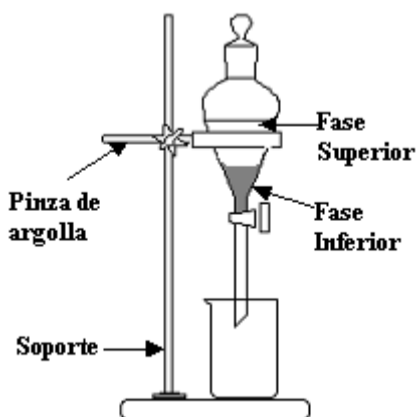

Figura 3
- c) Extraiga la fracción inferior abriendo cuidadosamente la llave del embudo, figura 3. Identifique la composición de la fase extraída y de la fase que queda en el embudo